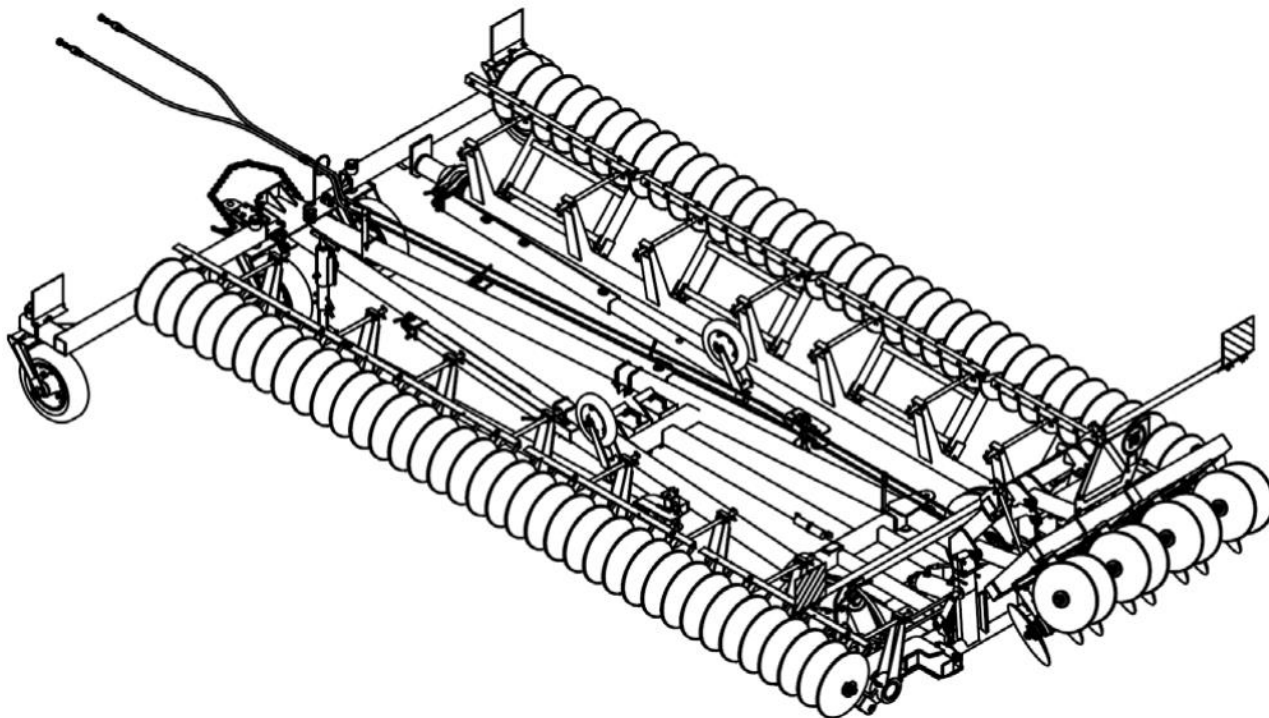
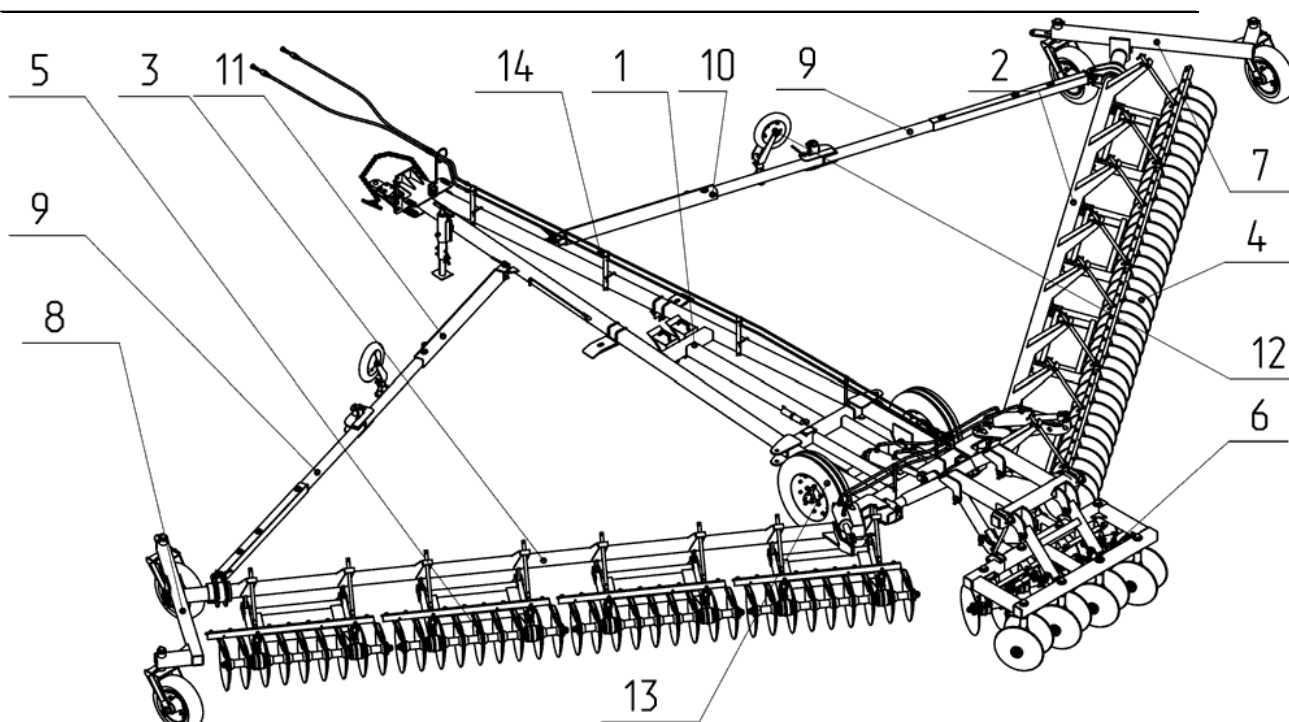

РИС. 1 Луцильник дисковый гидрофицированный ЛДГ12К
РИС.2 Луцильник дисковый гидрофицированный ЛДГ12К
2.1 Луцильник (Рис.1,2) представляет широко-захватную прицепную машину с двусторонним расположением дисковых рабочих органов 1 и 7 (рис.2).
2.2. Луцильник (Рис.2) состоит из снпцы 1, предназначенной для присоединения луцильника к тяговому средству и опирающейся на ходовые колеса. К снпце справа и слева шарнирно присоединены брусья 2 и 3 с рабочими секциями 4 и 5. Между брусьями к снпце шарнирно присоединена центральная секция 6. Брусья опираются на колесные пары 7 и 8. Брусья соединены со снпцей растяжками 9 и 10, при помощи которых устанавливается угол атаки.